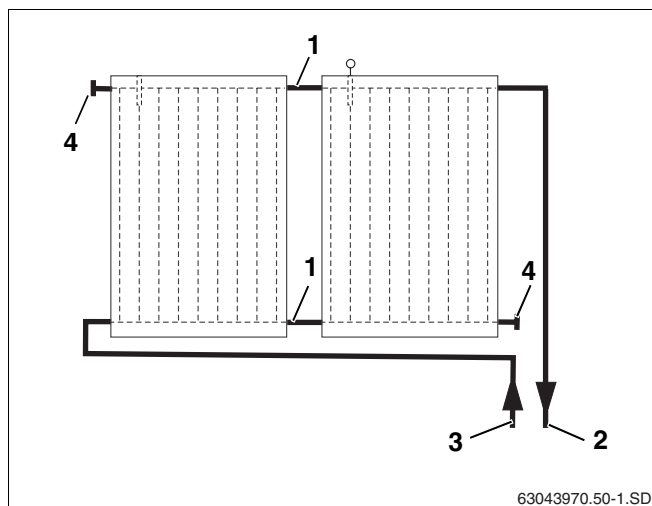
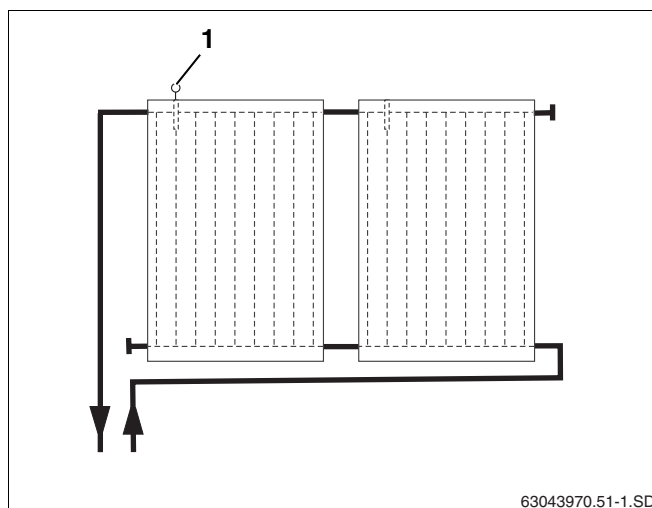

Fig. 36 Conexión hidráulica (derecha)
Fig. 37 Conexión hidráulica (izquierda)
La conducción de tubos del campo de colectores debe realizarse según el principio de Tichelmann. De esta forma se garantiza que cada uno de los colectores reciba el mismo caudal (fig. 37).
La tubería de impulsión puede montarse a la derecha (fig. 36) o a la izquierda (fig. 37). En estas instrucciones se ha representado la tubería de impulsión en el lado derecho.
Los colectores deben montarse de tal forma que los pasos para el soporte de la sonda del colector (fig. 37, pos. 1) se encuentren arriba.